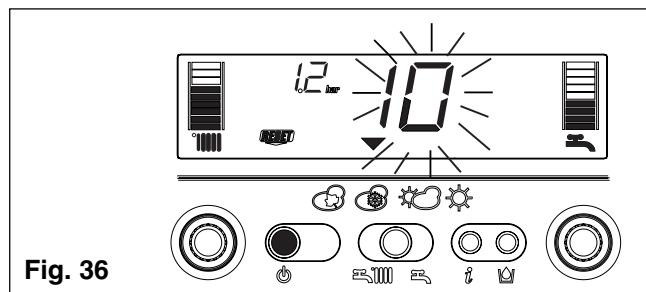

Fig. 36
2) Afisare numai simbol (fig. 36)